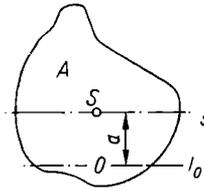

Bild 63
97. Welcher Zusammenhang besteht zwischen dem Trägheitsmoment I_S einer Fläche A für die Schwerachse und dem Trägheitsmoment I_0 für eine parallel zur Schwerachse im Abstand a gelegene Achse O (Bild 63) ?